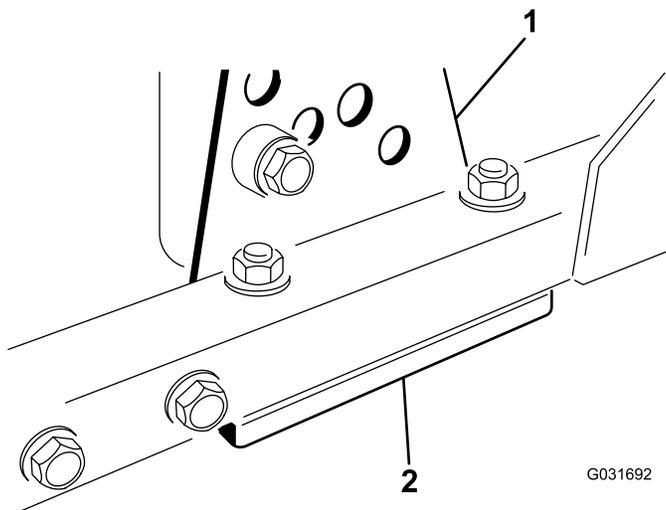

図 95
1. 刈り高ブラケット前、左、右のうち1つをデッキのフレームから外す図 95。
2. デッキフレームとブラケットとの間に厚さ 1.5mm または 0.7mm のシム、場合によってはこれらの両方を挿入して、希望する刈り高を達成する図 95。